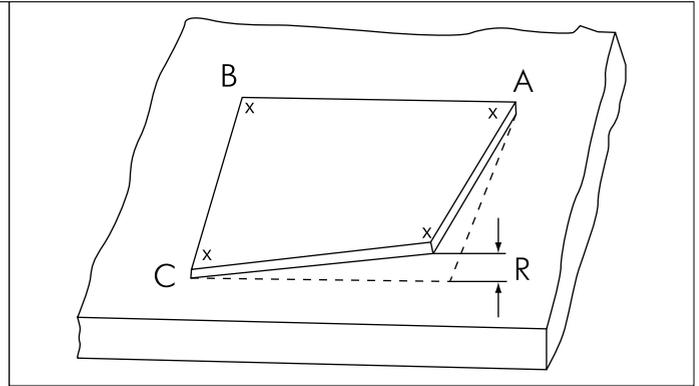

Рис. 2. Деформация скручивания. Точки А, В и С лежат в одной плоскости. R – максимальное отклонение угла платы от плоскости
Деформация скручивания. Согласно ГОСТ 20406-75, скручивание – это деформация, характеризующаяся спиральным искривлением противоположных кромок основания печатной платы. При скручивании один угол платы находится не в той плоскости, в которой лежат остальные три угла (рис.2).
Теперь определим деформацию скручивания. Для этого нам понадобится измерить длину диагонали (D), а также максимальное отклонение угла платы от плоскости (R) (см.рис.2).